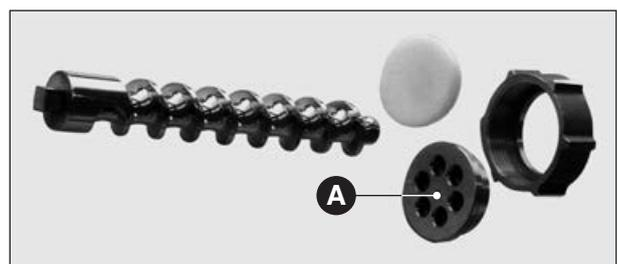

Fig. 15
6.2 PULIZIA DI: MESCOLATORE, COCLEA, GHIERA E TRAFILA (Fig. 15)
La trafila (**Fig. 15 A**) va mantenuta in un recipiente immersa in acqua, per tutto il tempo che rimane inutilizzata.